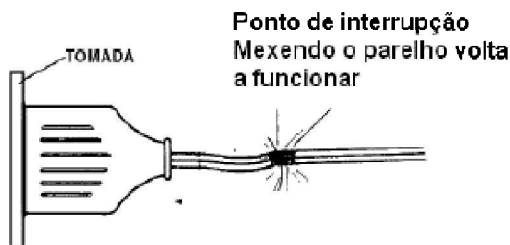

Figura 30 - Verificando uma interrupção junto a uma tomada.
b) Os cabos costumam quebrar junto à tomada onde os movimentos e flexões são mais fortes. Podemos facilmente descobrir se é este o local mexendo o fio naquele ponto e verificando se a energia volta ao aparelho, conforme mostra a figura 30.
Se este for o caso, podemos proceder conforme mostra a própria figura 30. Cortamos o fio junto à tomada e colocamos apenas um plugue novo. Nas casas especializadas, e até mesmo nos supermercados, podem ser encontrados plugues para essa finalidade.